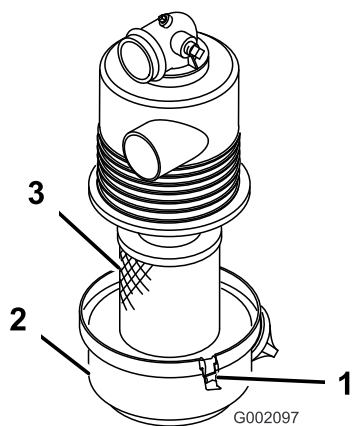

Figura 24
3. Rilasciate i fermi che fissano il coperchio del filtro dell'aria al relativo corpo. Staccate il coperchio dal corpo. Pulite la parte interna del coperchio (Figura 24).
4. Estraete con cautela il filtro dal corpo, in modo da ridurre lo spostamento di polvere (Figura 24), Evitate che il filtro colpisca il corpo del filtro dell'aria.